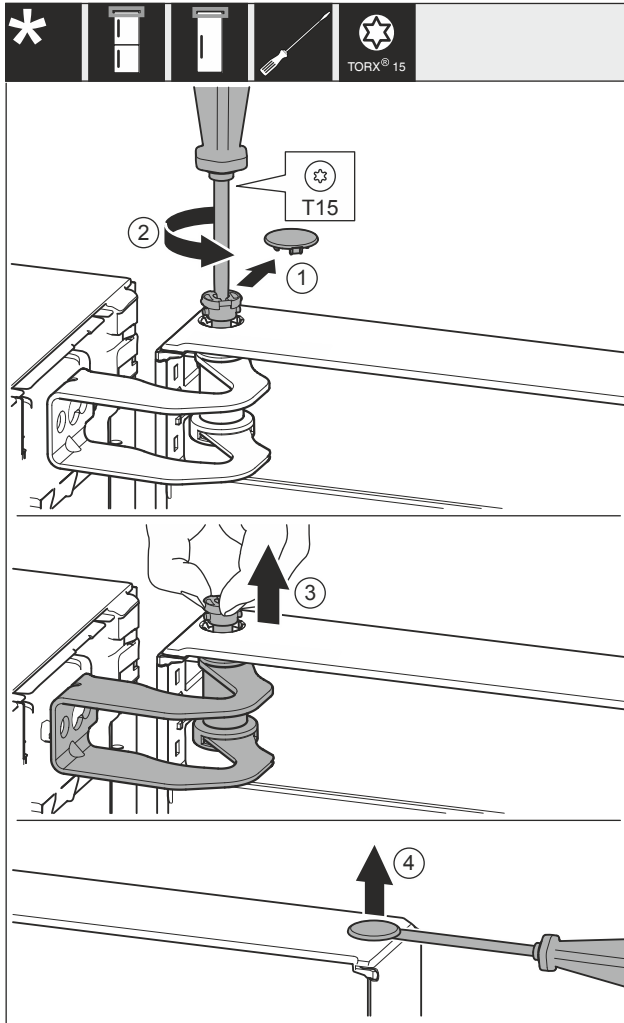

Fig. 9
- ▶ Abdeckung Fig. 9 (1) vorsichtig entfernen.
- ▶ Bolzen Fig. 9 (2) mit Schraubendreher ein Stück herausdrehen.
- ▶ Bolzen Fig. 9 (3) mit den Fingern herausziehen.
- ▶ Abdeckung Fig. 9 (4) vorsichtig mit einem Schraubendreher anheben und entfernen.